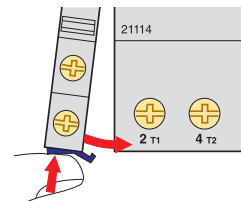

Fig. 2 - Montage des auxiliaires sur le disjoncteur
- Un dispositif différentiel 30 mA type SI placé en aval, insensible à ce type de perturbation. (fig.2)
Montage des auxiliaires (fig. 2) :